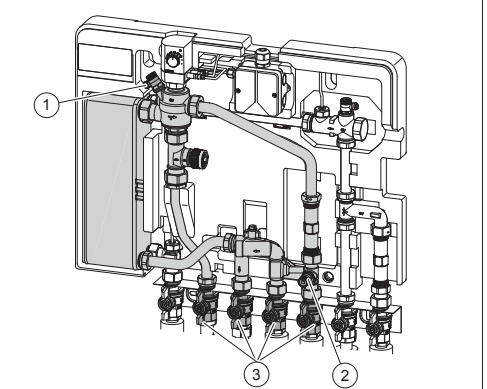

Abb. 3: Regelventil montieren
- Schließen Sie die, in Abb. 3 markierten, 4 Kugelhähne (3) der Kugelhahnanschlussleiste.
(1)	Service-Mode
- Öffnen Sie das Entlüftungsventil (siehe Abb. 3 (1)). Um den Anlagenteil drucklos zu machen.
- Öffnen Sie das Entleerungsventil (siehe Abb. 3 (2)).
- Schließen Sie das Entlüftungs- und Entleerungsventil (siehe Abb. 3).